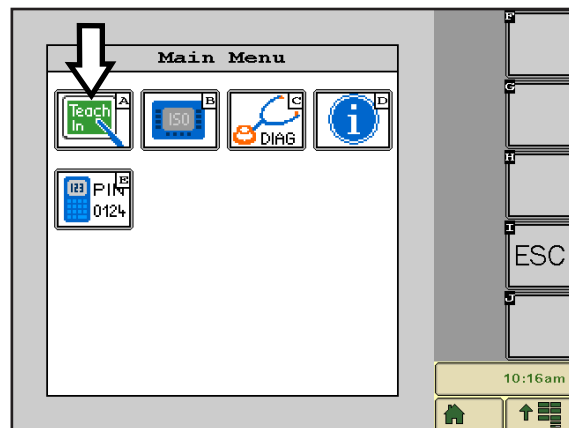

Fig. 6: Activar menú de configuración
En el menú principal, pulse el símbolo Programar (A) (véase Fig. 6) para abrir el menú de configuración.